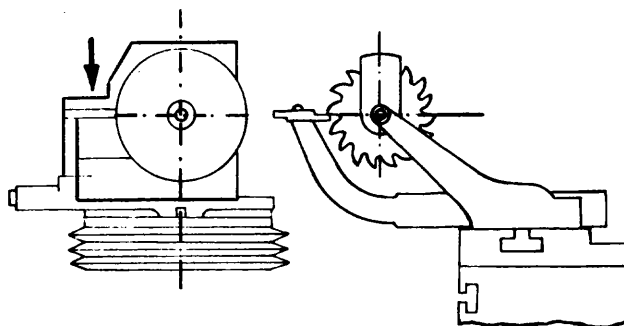

Fig. 3
- a Alinée el centro del eje porta-muela con el centro de las contra-puntas (fig. 3).